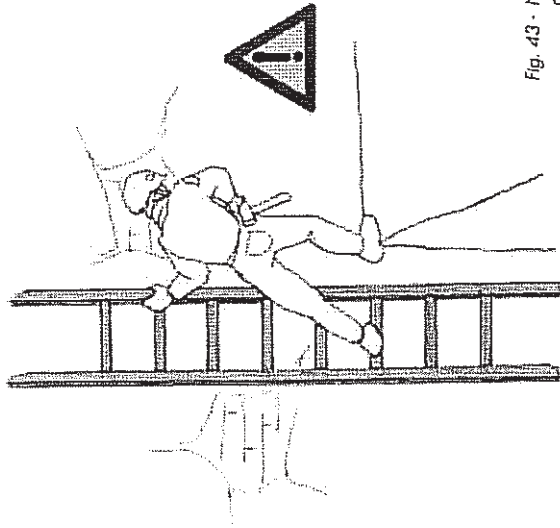

Fig. 43 - Non posizionare un piede su un gradino (piola) e l'altro su un oggetto o ripiano.
- > Non posizionare mai un piede su un gradino (piolo) e l'altro su un oggetto o ripiano (fig. 43).